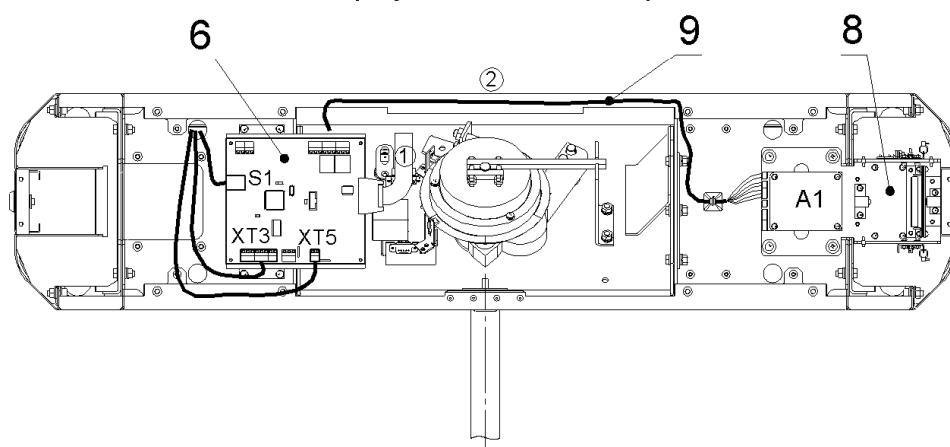

Рисунок 7 — Схема прокладки кабелей в стойке КТС01:
Для переустановки механизма картоприемника (8, рис.7) на противоположную сторону, т.е. на сторону считывателя А3 (см. рис.7), необходимо выполнить следующие действия:
- снимите крышку (3) в порядке, указанном в разделе 6.1;
- извлеките контейнер картоприемника (12), открыв замок (13);
- извлеките заглушку (14) с противоположной стороны, открыв замок (15);
- демонтируйте торцевые крышки (9, 10); каждая крышка крепится двумя винтами M4x16 и двумя шурупами Ø4,2x19 снизу со стороны контейнера (12) или заглушки (14); кабели считывателей, находящихся внутри торцевых крышек, от платы контроллера (6, рис.7) не отсоединяйте;
- демонтируйте заглушку (11) из торцовой крышки (9) и установите ее в торцовую крышку (10); заглушка крепится двумя шурупами Ø2,9x9,5;
- отсоедините кабель картоприемника (9, рис.7) от платы картоприемника (8, рис.7);
- подсоедините кабель картоприемника (9, рис.7) к плате картоприемника (8, рис.7) согласно схемам рис.А.1 (см. приложение А) и рис.3.2;
- установите в рабочее положение контейнер картоприемника (12) со стороны механизма картоприемника, а заглушку (14) — с противоположной стороны;
- установите крышку (3) в рабочее положение (см. раздел 6.1)